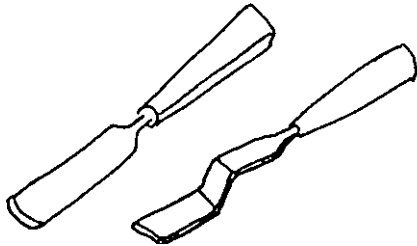

Fig. 2. Håljärn och stämjärn.
- Ett invändigt slipat håljärn och ett vinklat stämjärn för att renskåra profilerna (fig. 2).